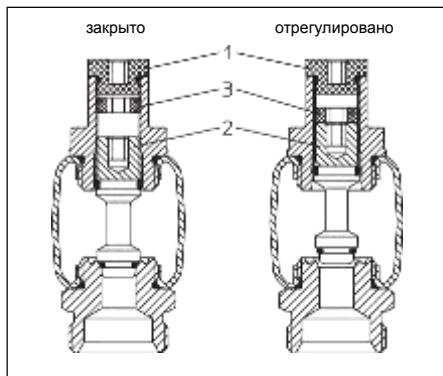

Рис. 7.1.Настройка регулирующих вставок
7.2. Настройка ротаметров (рис. 7.1)